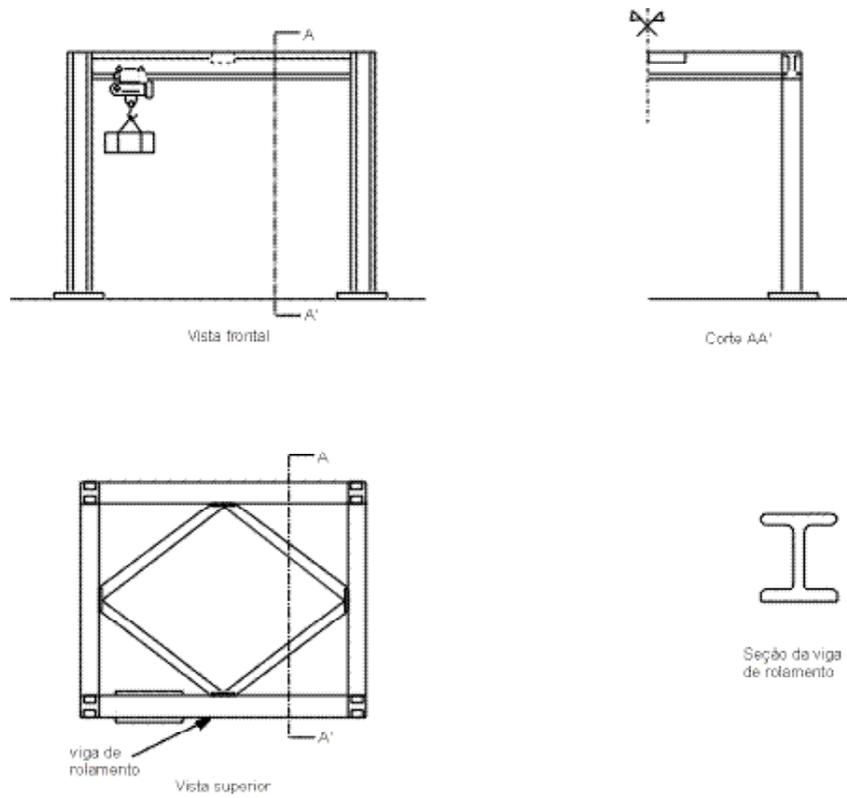

Figura 1
- identificou, em uma análise preliminar dos desenhos, que não há risco aparente quanto à instabilidade lateral da viga de rolamento (vide Figura 1);